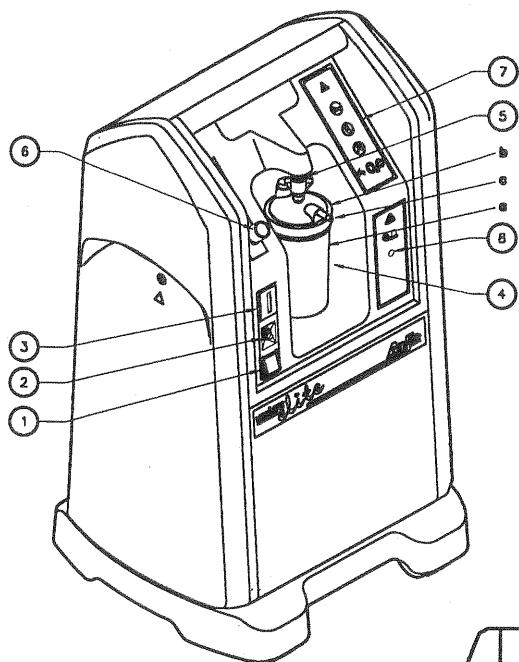

Fig. I.1
I.1 Lato anteriore (Fig. I.1).....	2-IT
I. 1. Lato anteriore (Fig. I. 1)